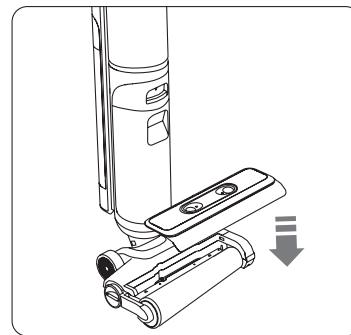

Figure 3
3. Après le nettoyage, réinstallez le couvercle du rouleau brosse. (Fig. 3)